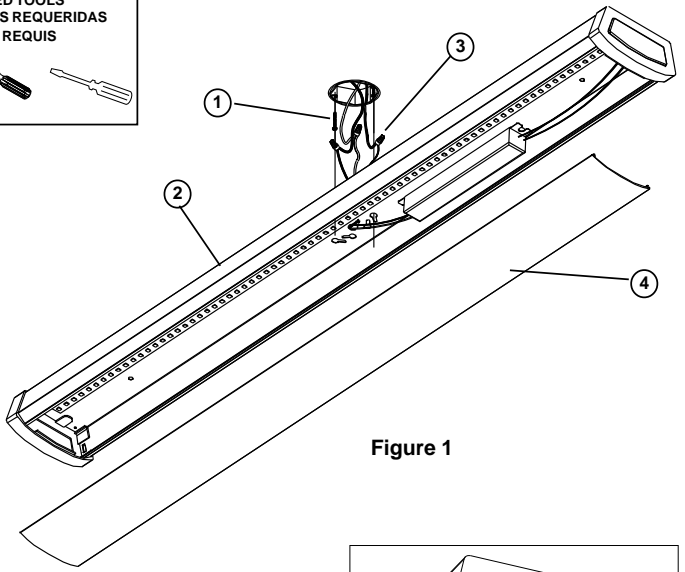
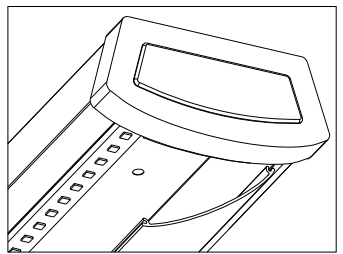

Figure 1
Figure 2
4. Tenir solidement le bloc boîtier (2) et connecter le fil vert de mise à la terre de l'appareil au fil de cuivre nu de mise à la terre de la boîte de jonction à l'aide d'un capuchon de connexion (3). *(Si le câblage d'alimentation ne comprend pas de fil de mise à la terre, consulter votre code d'électricité local et vérifier la méthode d'installation conforme).*
5. Utiliser les serre-fils pour connecter le fil noir de l'appareil au fil noir d'alimentation et le fil blanc (neutre) de l'appareil au fil blanc d'alimentation. Voir la figure 1.
6. Soulever le boîtier (2) du ballast d'une main et de l'autre placer les fils dans la boîte de jonction.
8. Pour installer le diffuseur (4) : Insérer la fente du diffuseur dans le bord du boîtier (voir la figure 2). Serrer délicatement le diffuseur pour enclencher le côté opposé. Continuer ainsi le long du diffuseur jusqu'à ce qu'il soit complètement enchâssé dans le boîtier.
3. With the power turned off, thread two Screws (1) into junction box (Note: screws must be the same distance apart as keyholes in back of housing assembly).
4. Hold the fixture Fixture Housing (2) firmly and connect the green ground wire from the fixture to the bare copper ground wire from the junction box using a Wirenut (3). (If house wiring does not include a ground wire, consult your local electrical code for approved grounding methods).
5. Use Wirenuts (3) to connect the black fixture wire to the black power supply wire and the white (neutral) fixture wire to the white power supply wire. See Fig 1.
6. Hold Fixture Housing (2) in one hand and with the other hand position wires up into junction box.
8. To install diffuser (4) - starting at one end of housing, insert diffuser slot onto edge of housing- See Fig. 2. Carefully squeeze diffuser to engage opposite side with housing. Continue this action down length of diffuser until fully installed onto housing.
3. Con la electricidad apagada, rosque dos Tornillos (1) en la caja de ensambladura (Nota: los tornillos deben estar a la misma distancia aparte que las bocallaves en la parte trasera del ensamblaje de la carcasa).
4. Sostenga el ensamblaje de la Carcasa del luminario (2) firmemente y conecte el alambre verde de conexión a tierra del luminario al alambre de cobre descubierto de conexión a tierra de la caja de ensambladura usando una Tuerca de Alambre (3). (Si el alambrado de la casa no incluye un alambre de conexión a tierra, consulte su código eléctrico local para métodos aprobados de hacer tierra).
5. Use Capuchones de Alambres (3) para conectar el alambre negro de la luminaria al alambre negro suplidor de electricidad y el alambre blanco (neutral) de la luminaria al alambre blanco suplidor de electricidad. Vea Fig. 1.
6. Sostenga la caja de la luminaria (2) en una mano y coloque los alambres dentro de la caja de ensambladura con la otra mano.